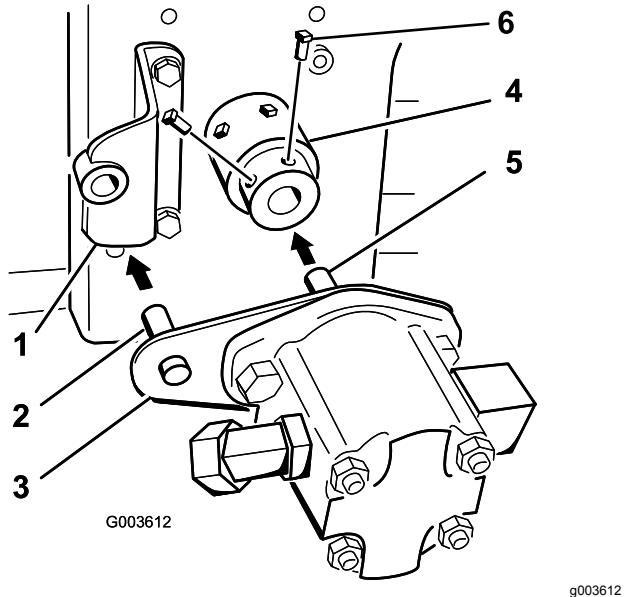

Figura 21
Nota: O eixo da bomba hidráulica tocará na extremidade do eixo da tomada de força do motor (Figura 21).
11. Aplique adesivo de roscas amovível nos 2 parafusos de afinação (5/16" x 3/4") e instale-os no conjunto do hub para prender ao eixo da bomba hidráulica (Figura 21).